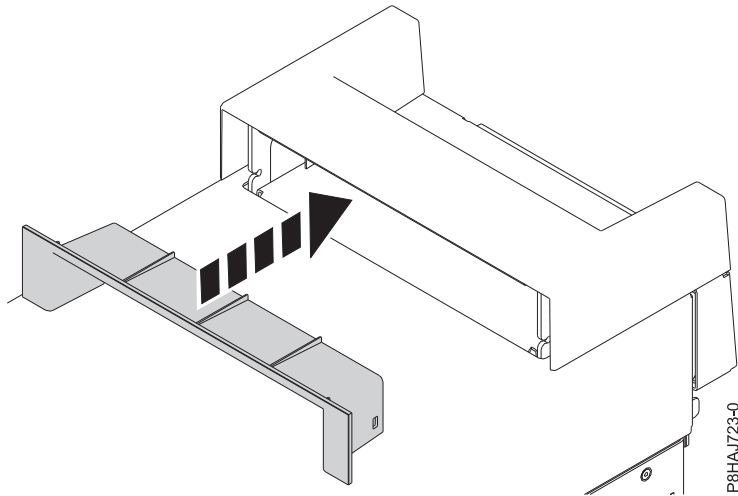

Figura 20. Inserción de la pieza en la tapa de asa en un sistema 8286-41A autónomo
2. Inserte la pieza en la tapa de asa presionándola con firmeza, tal como se muestra en la Figura 20 en la página 42.